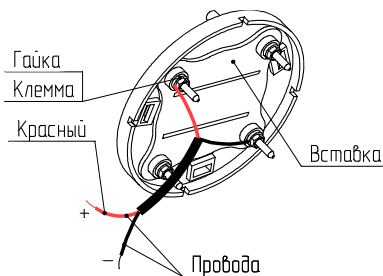

Рисунок 3
1.3.3 Подключение других адресных устройств производится с помощью переходного устройства (см. рисунок 3).